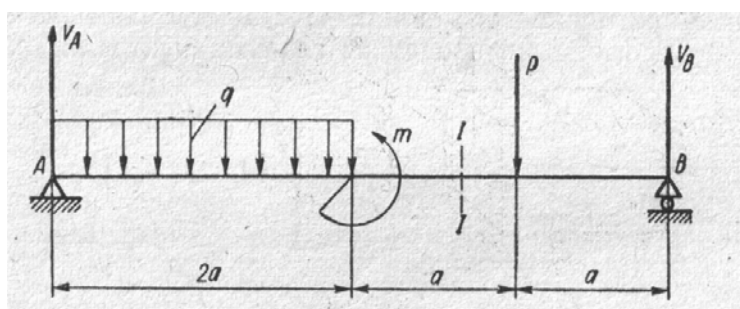

Рис. 13.
2. Какой вид уравнений равновесия наиболее целесообразно использовать для определения реакций опор балки, изображенной на рис. 13?